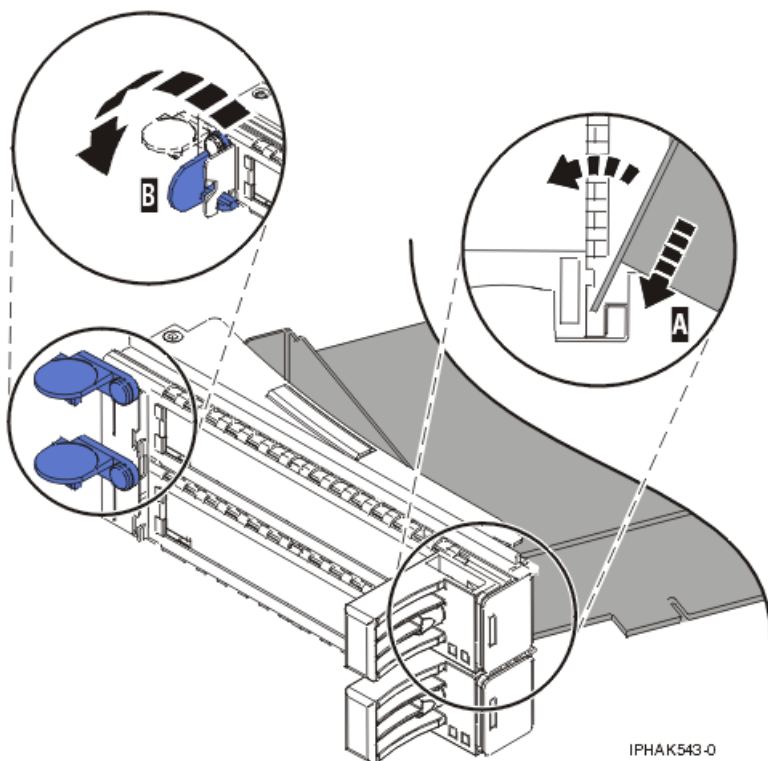
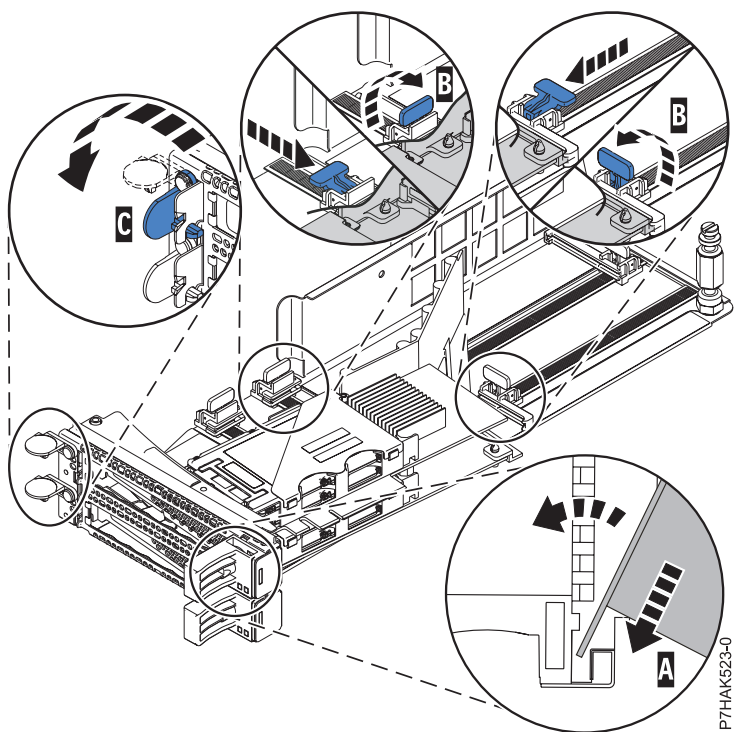

Figure 51. Remplacement de la carte de la cassette de cartes PCI
Figure 52. Remplacement d'une carte PCIe RAID et SSD SAS dans la cassette de la carte PCI
- a. Placez le levier de blocage de la contre-poupée en position ouverte, insérez fermement la carte dans le bloc de retenue (A). Pour une carte PCI standard, voir figure 51, à la page 70. Pour une carte PCIe RAID et SSD SAS, voir la figure 52, à la page 70.
- c. Fermez le levier de blocage de contre-poupée (C).